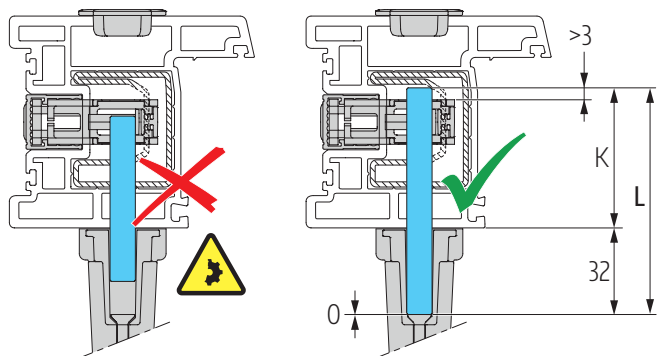
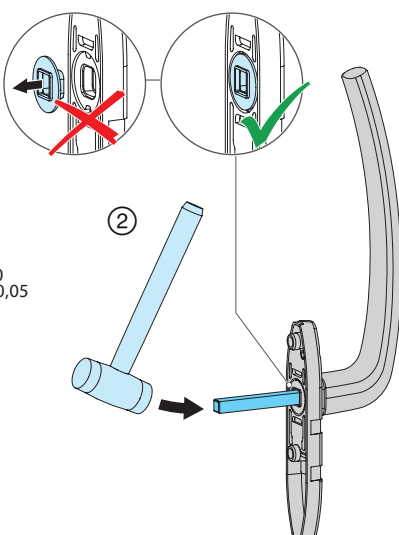

Abb. 37
Abb. 39
- ② Vierkant mit Schonhammer in Rastbuchse der Griffrosette einschlagen; **Abb. 39.** (**Abb. 37** beachten).